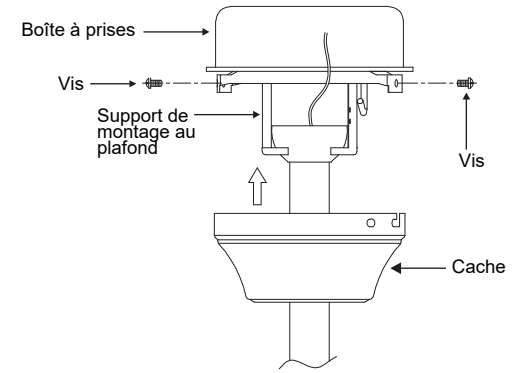

Fig. 12
Étape 2. Glisser le cache jusqu'au plafond et le fixer au support de montage au plafond avec quatre (4) vis sur le bord supérieur du support de montage. Insérer chaque vis dans le trou de montage du cache et dans le support de montage. Serrer solidement toutes les vis. (Fig. 12)